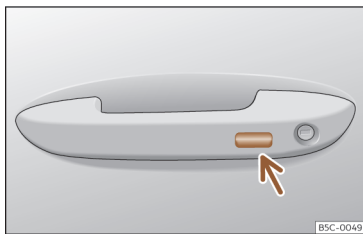

Fig. 83 Poignée de la porte : surface sensible.
- OU :** à l'aide du système Keyless Access (verrouillage uniquement) : Appuyez un doigt pendant quelques secondes sur la surface sensible de verrouillage >>> **fig. 83** (flèche) de la poignée de porte jusqu'à ce que les vitres et le toit ouvrant se ferment. Si vous cessez de toucher la surface sensible, la fonction d'ouverture/fermeture s'interrompt.
Appuyez un doigt pendant quelques secondes sur la surface sensible de verrouillage >>> **fig. 83** (flèche) de la poignée de porte jusqu'à ce que le toit ouvrant se ferme. Si vous cessez de toucher la surface sensible, la fonction d'ouverture/fermeture s'interrompt.